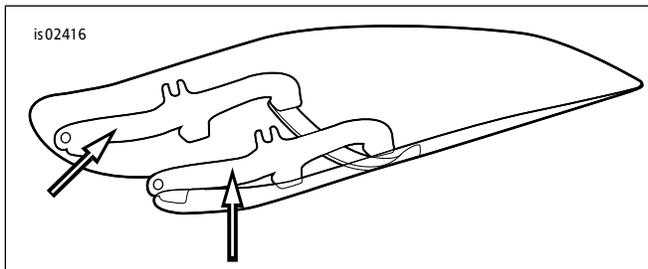
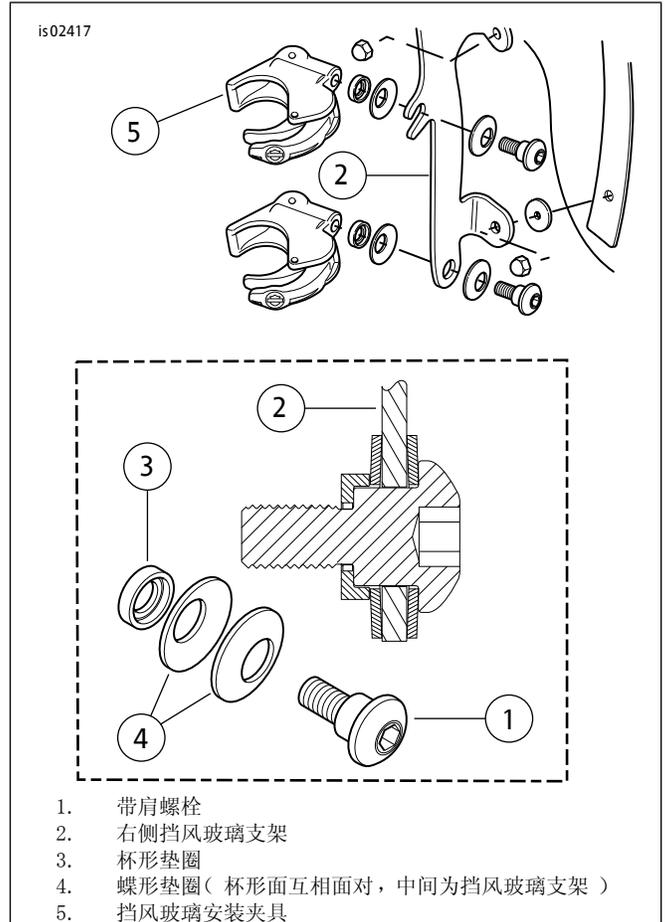
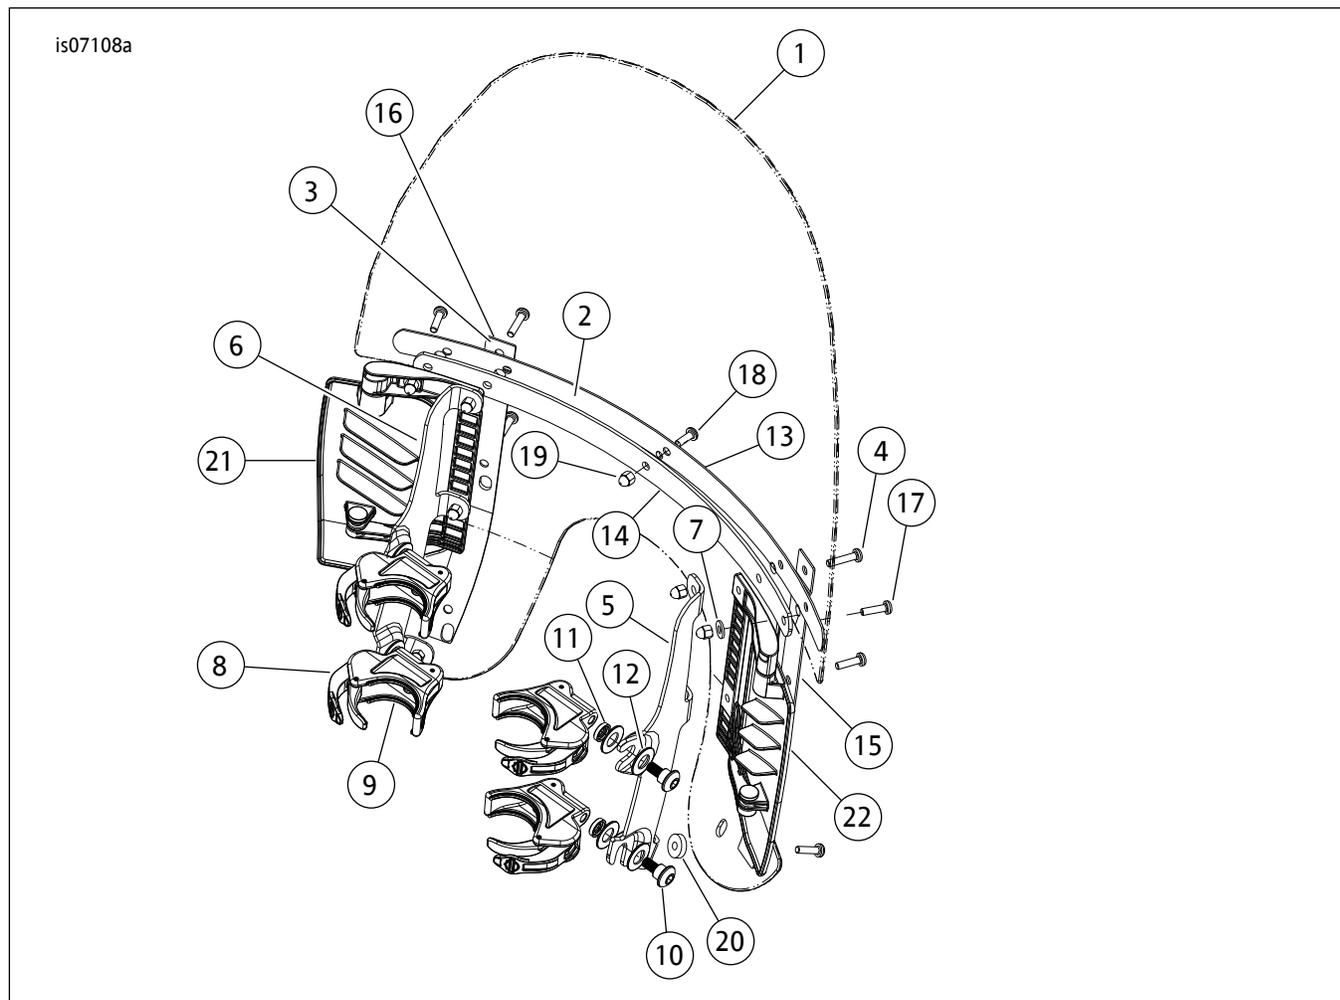

图1. 挡风玻璃安装架
图2. 挡风玻璃安装夹具
图3。维修零件：通风式可拆卸挡风玻璃
1. 参见图1。从包装中拆下挡风玻璃子组件，将其正面朝下放置于干净、柔软的表面，使安装架朝上。
2. 参见图1、图2和图3。从包装中拆下夹具和五金套件，分开相似的零件准备组装。
3. 参见图2。预先组装夹具组件(5)和五金件组。